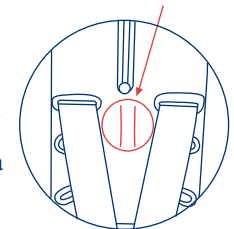
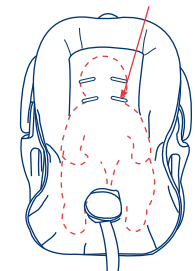

Fig. 31-1
Fig. 31-2
- Retire el Asiento de Seguridad de la Base y rote el asa para transportar a la posición fija (sin balanceo). Ponga a su niño en el Asiento de Seguridad de anera que el trasero del niño esté totalmente hacia atrás y al fondo del asiento. (Ver Fig.32-1). Rote la perilla de atrás del respaldo del asiento para levantar o bajar el respaldo movable del asiento y las correas del arnés. La altura apropiada La perilla debe quedar en posición vertical después de les pareja o ajuste (Ver Fig. 31-1). Las correas del arnés deben estar precisamente abajo parejas con los hombros del niño o precisamente abajo de del hombre los hombros del niño . (Ver Fig.31-2) . NO USE el Asiento de Seguridad con el arnés ajustado Arriba de los hombros del niño porque el niño no se mantendrá fijamente sujeto en un giro brusco, paro súbito, o choque.
**FIJO** La versión del respaldo de asiento fijo de seguridad tiene dos ajustes de altura para las correas de los hombros del arnés. Las correas del arnés deben ser usadas en las ranuras que pone en posición las correas para estar parejas con o justo abajo de los hombros de su niño. (Ver Fig. 31-1) Las correas del arnés se ajustan como sigue: